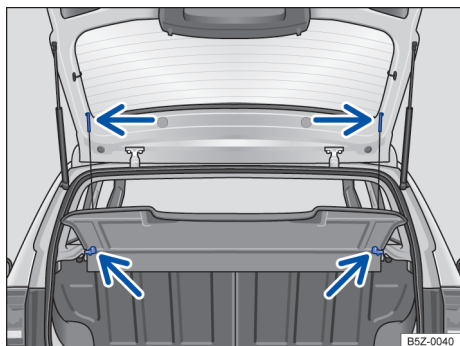

Fig. 107 No compartimento de bagagem: remover e instalar a cobertura do compartimento de bagagem.
- Desprender os cordões de retenção do suporte da tampa traseira → Fig. 107 (setas superiores).
- Retirar a cobertura do compartimento de bagagem por trás, para fora dos suportes laterais → Fig. 107 (setas inferiores).
- Empurrar a cobertura do compartimento de bagagem para a frente, introduzindo-a nos suportes laterais → Fig. 107 (setas inferiores).
- Encaixar os cordões de retenção na tampa traseira → Fig. 107 (setas superiores).